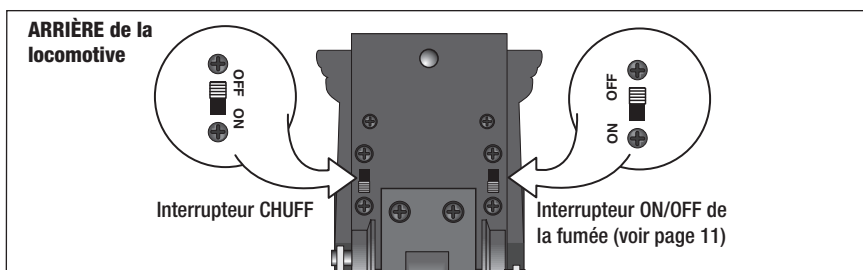

Figure 7. Emplacement des interrupteurs
**V**otre locomotive est équipée d'un générateur de fumée qui produit de la fumée blanche, propre et sans danger lorsque l'interrupteur du dispositif de fumée est à la position ON (marche). Reportez-vous à la figure 7 à la 15 pour connaître l'emplacement de l'interrupteur.
**P**our faire taire les bruits de vapeur de fond, faites glisser l'interrupteur CHUFF (bruitage de locomotive à vapeur) à la position OFF (arrêt) sous le châssis. Voir figure 7. Coupez l'alimentation électrique de la voie ferrée pendant environ deux secondes, puis le bruit de fond sera réduit au silence une fois que l'alimentation de la voie ferrée est rétablie. Le coup de sifflet, l'annonce, et les sons de cloche peuvent toujours être déclenchés à tout moment en utilisant la télécommande. Pour restaurer les sons de fond, il suffit de glisser l'interrupteur Chuff à la position ON (marche), puis coupez l'alimentation électrique de la voie ferrée pendant deux secondes ou plus